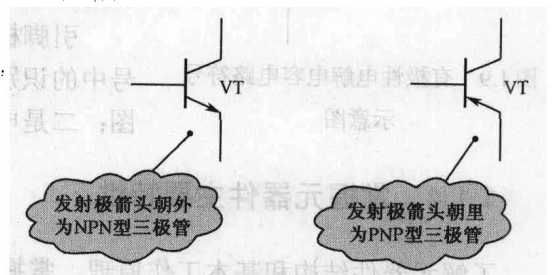

图 1.6 不同极性三极管电路符号
(3) 电路符号还能表示极性,如图1.6所示是两种不同极性三极管电路符号,其发射极箭头的方向表示了NPN型和PNP型三极管。